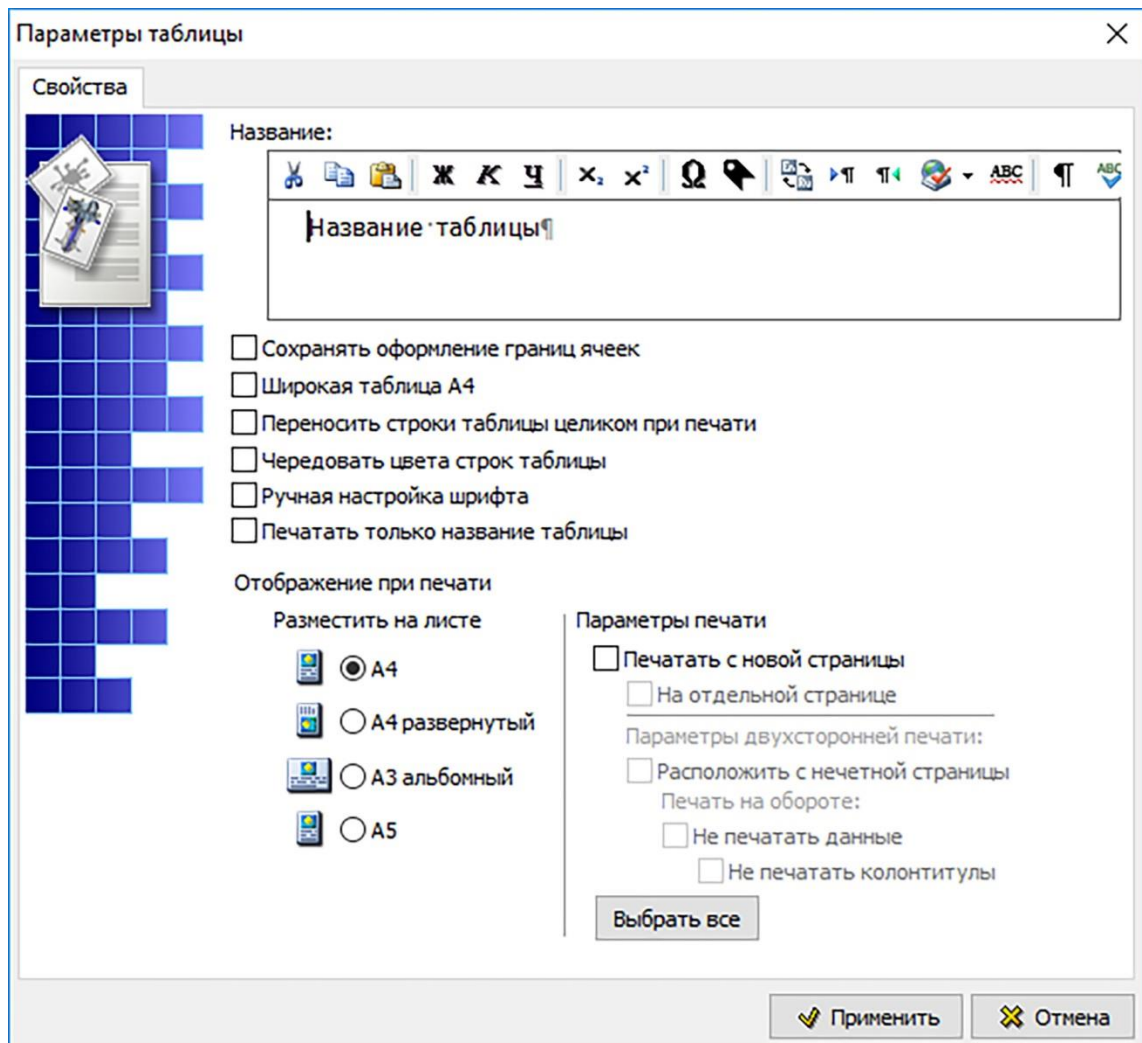

Рисунок 402
2) После этого откроется окно **Параметры таблицы** (рисунок 402).